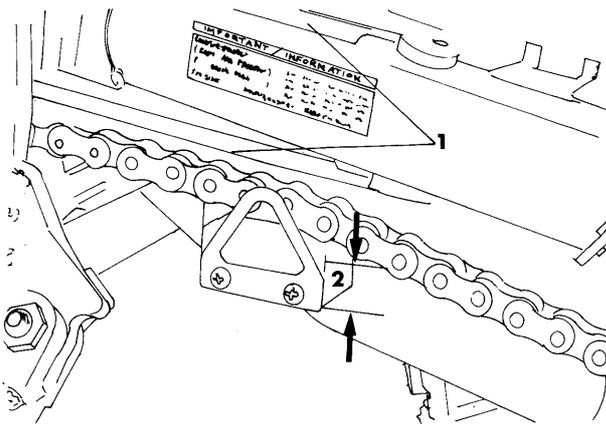

Bild 20 Kettenspanner prüfen
- Den Spannerschuh auswechseln, wenn seine Dicke weniger als 10 mm beträgt (Bild 20).